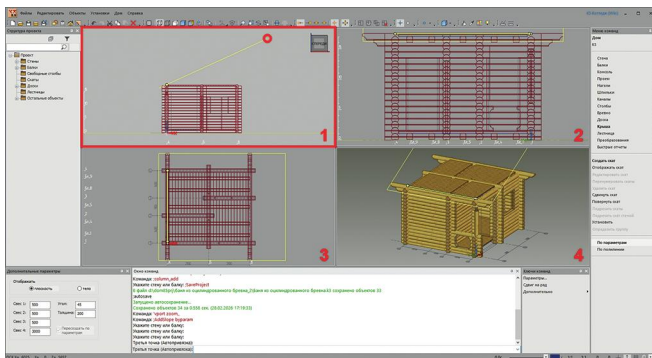

рис. 58
2. Щелчком левой кнопки мыши переключитесь на видовое окно №1. Затем, для свободы действий, отдалите вид сруба, вращая колесико мыши, и, при необходимости, подвиньте изображение так, чтобы сруб оказался в нижней части видового окна. После этого укажите одним кликом мыши предполагаемое направление ската и его размеры (намного правее и выше **стены А**, как на рис. 58).